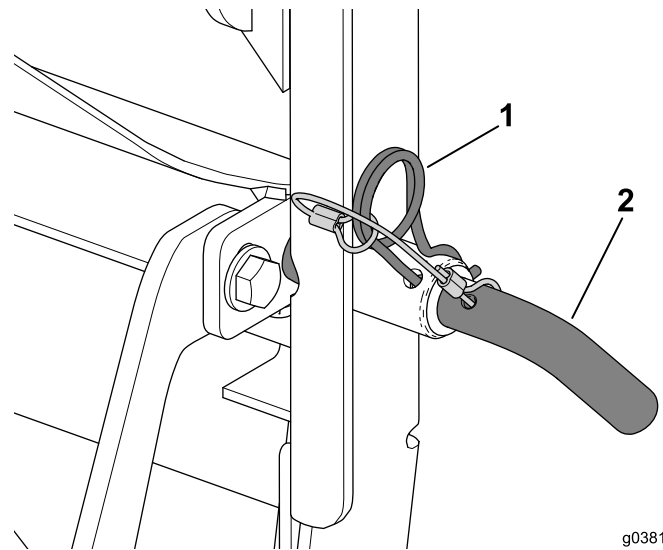

Bild 18
3. Befestigen Sie den Arretierbolzen mit dem Splint (Bild 18).
2. Stecken Sie den Arretierbolzen durch den Rahmen des Heckfangsystems und die Querstrebe (Bild 18).